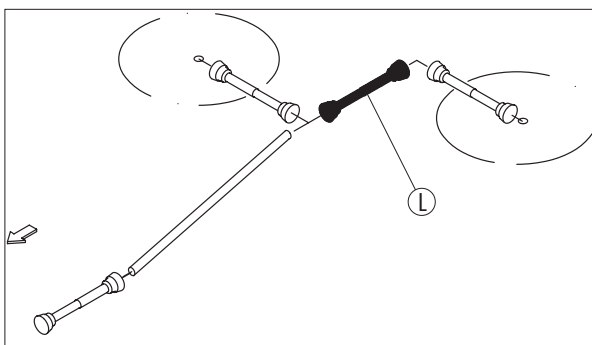

Fig. 3-27
Monter l'arbre à cardan long sans embrayage (L) entre les toupies (fig. 3-27).